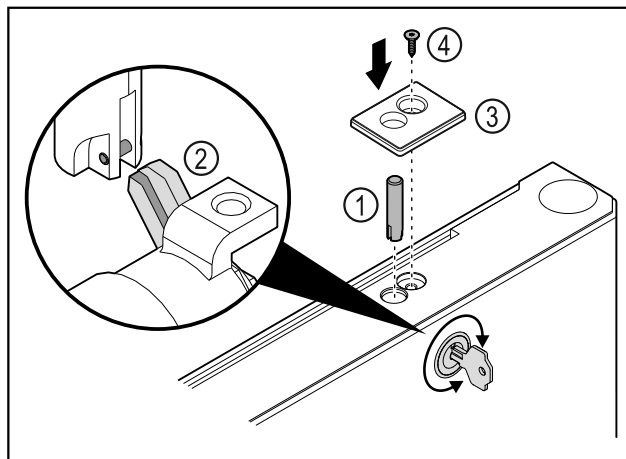

Fig. 47
- Helyezze be a zár csapot Fig. 47 (1).
- Forgassa el kissé a zárat, hogy a zár csap Fig. 47 (2) bereteszeli a záron lévő nyílásba.
- Helyezze be a fedelet Fig. 47 (3).
- Helyezze be a csavart Fig. 47 (4).